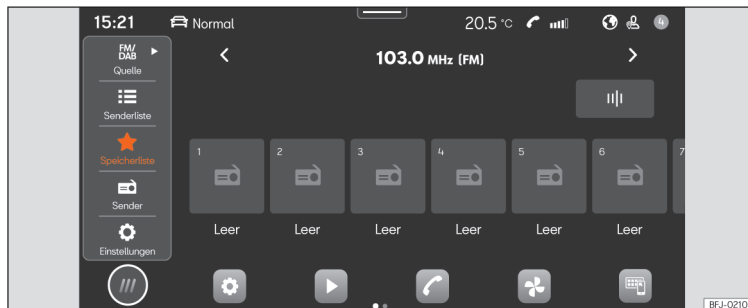

Abb. 188 Schematische Darstellung: Ansicht Radio.
- Drücken Sie **HOME** > > [Abb. 188].